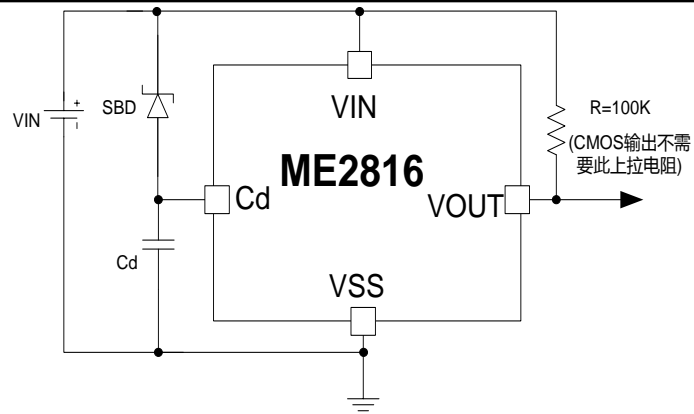

图 3
5. 若输入引脚电压 VIN 有迅速下降的可能（例如：6.0v 到 0V），在解除延时应用中，延时端连接有延时电容，请使用肖特基势垒二极管连接在 VIN 引脚和 Cd 引脚之间，如图 3 所示。